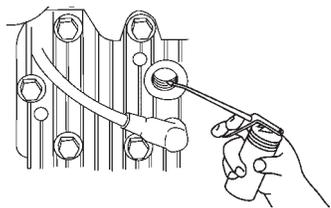

Figure 28
3. Au moyen d'une burette, injecter environ une cuillère à soupe d'huile dans le trou de la bougie (Fig. 28).